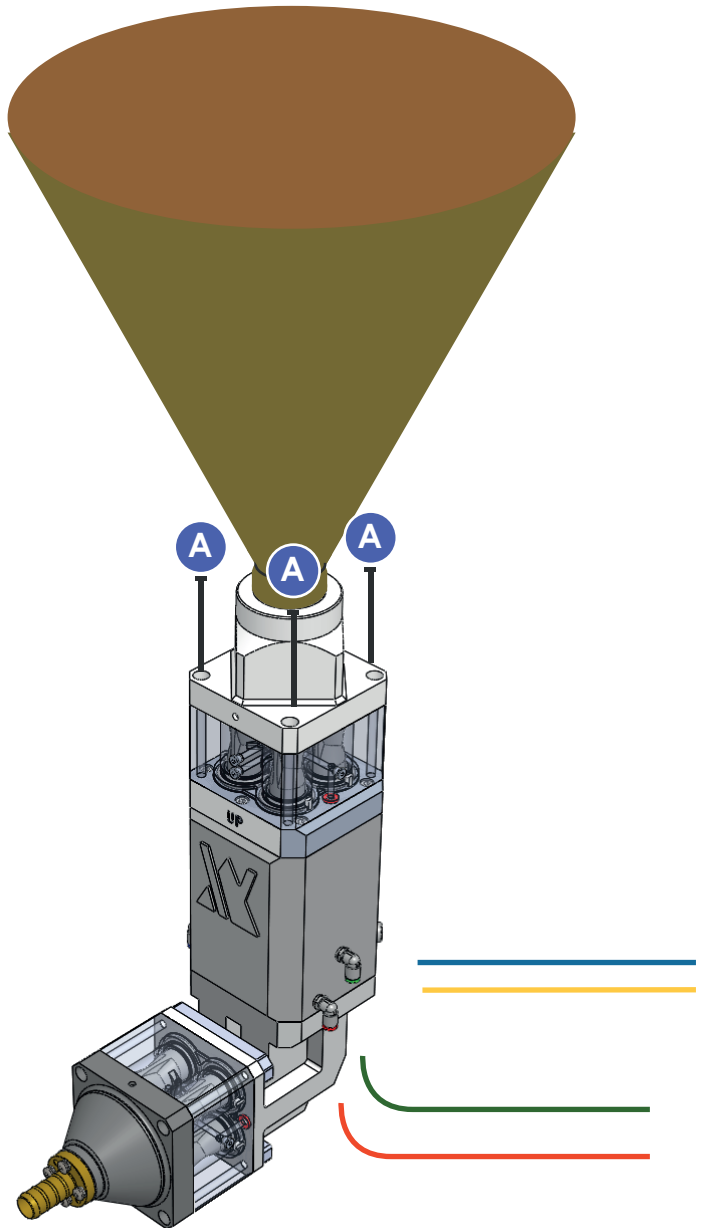

Figura 10
5. Vedere figura 10. Rimuovere i tubi che fissano il gruppo pompa alla base.